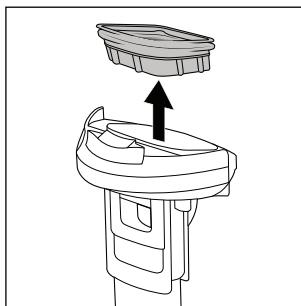

Rys. 22
- ◆ Wylej brudną wodę wraz z zanieczyszczeniami (patrz rys. 22).